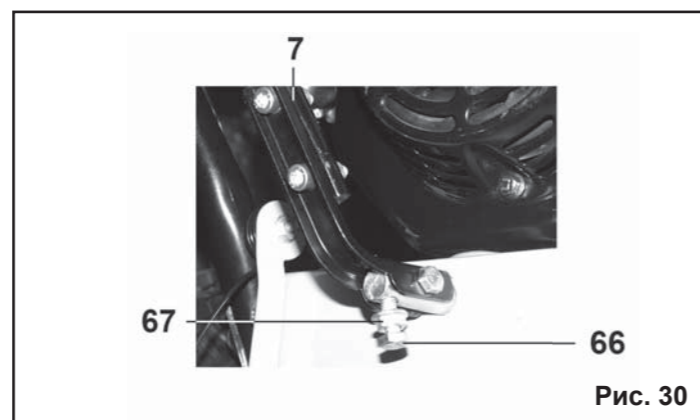

Рис. 30
9.7. Регулировка положения рычага переключения передач (Рис.30).